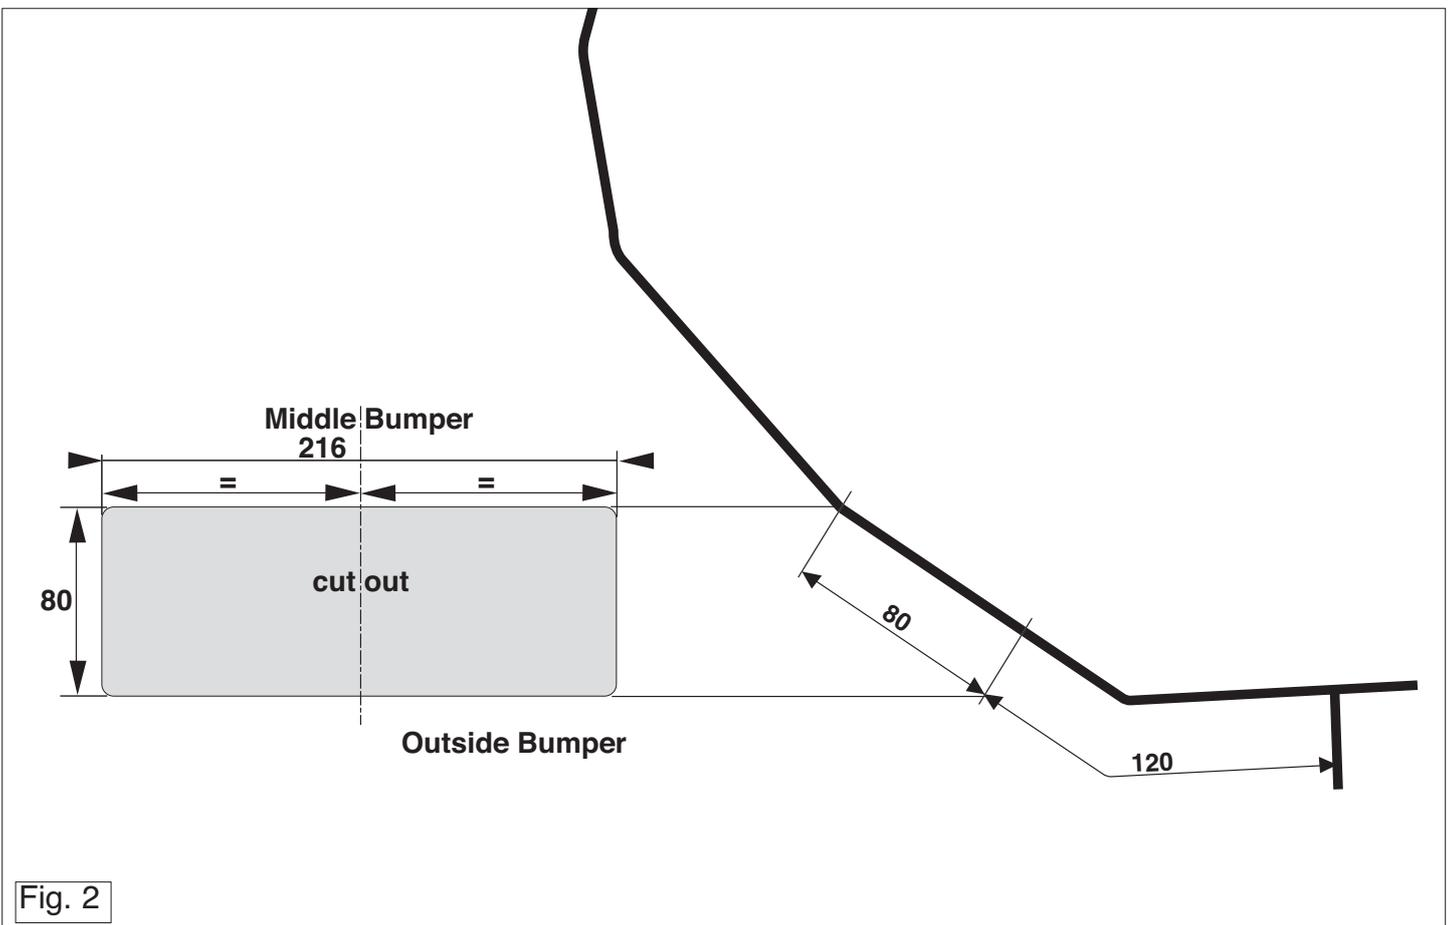

Fig. 2
9. Saw a section out of the middle of the underside of the bumper as shown in fig 2.
9. Scier au centre de la partie inférieure du pare-chocs une partie correspondant à la figure 2.
9. Auf der Unterseite der Stöbange einen Teil aus der Mitte gemäß Abbildung 2 herausschneiden.
9. Выпилить часть из бампера в середине снизу, как указано на рис. 2.